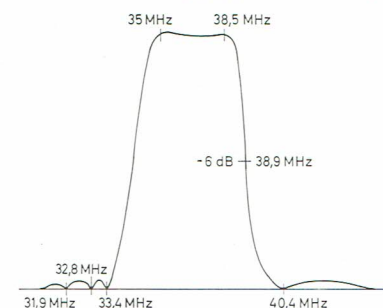

FIG. 21
- Retoucher L 304 pour obtenir la courbe fig. 21.